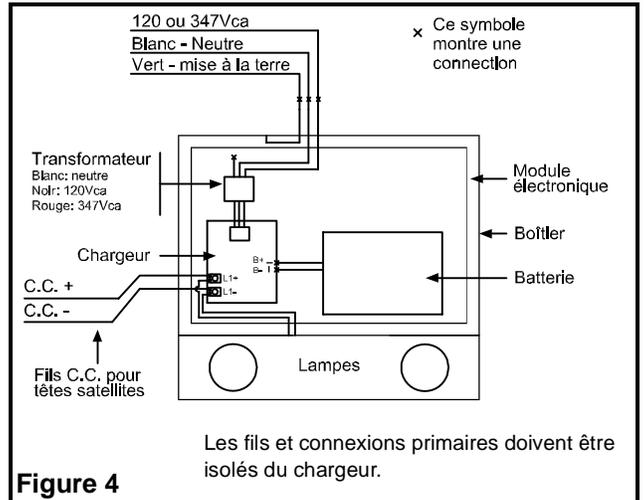

Figure 4
- a. Retirer le couvercle de l'unité (3). Débrancher les lampes des bornes (voir Fig 4) et enlever les vis du module électronique (7) et retirer le module électronique (8).
### Modèles auto-diagnostique (se référer à la figure 4):